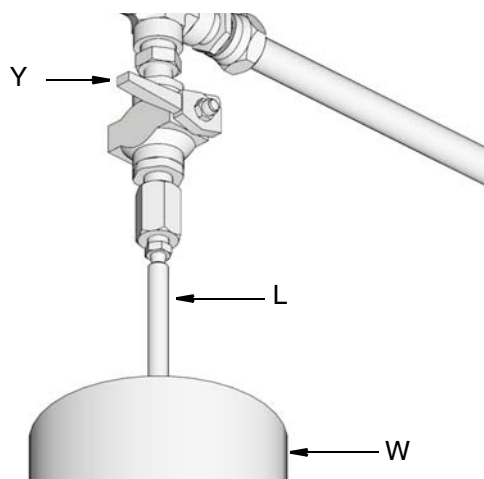

FIG. 24:
- a. Pour relâcher la pression entre la pompe de remplissage (F) et l'arrêt d'auto-remplissage (B), ouvrir la vanne à bille (bv) (FIG. 24). La pression sera relâchée et le liquide en trop s'écoulera du tuyau de vidange (L) et ira dans le trop-plein de lubrification (W).